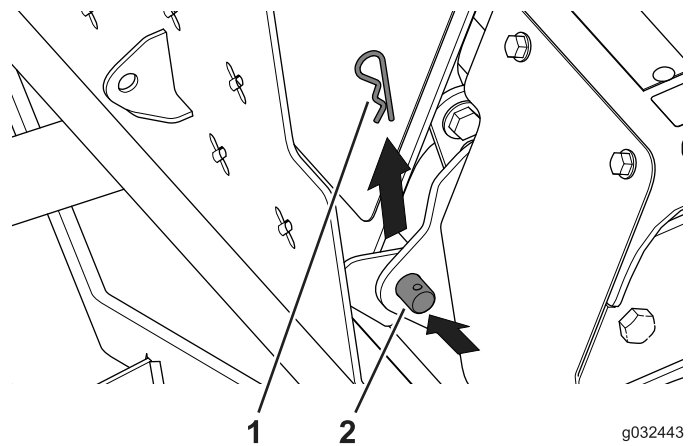

**Рисунок 50**
2. Отсоедините рычаг оси поворота и кронштейн оси поворота, сняв игольчатый шплинт, с помощью которого крепится ось поворота, и шайбу (Рисунок 50).